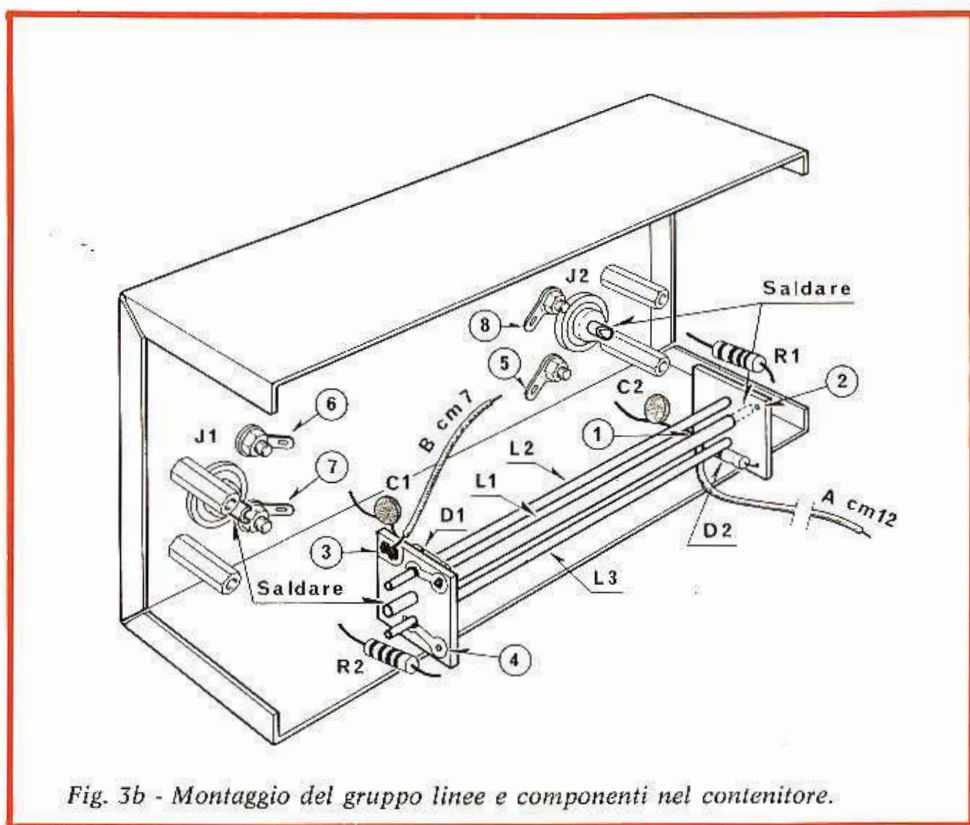

Fig. 3b - Montaggio del gruppo linee e componenti nel contenitore.
3) Montare questo gruppo nel contenitore orientandolo secondo il disegno, visibile in fig. 3B, appoggiare le estremità della linea L1 nelle sedi degli spinotti delle prese coassiali J1 e J2. Effettuare delle buone saldature fra le estremità della linea L1 e le sedi delle prese coassiali in modo da assicurare un perfetto contatto elettrico. Fare molta attenzione che lo stagno non vada a contatto con le linee L2 ed L3. Inserire il terminale del condensatore C2 nel foro dell'ancoraggio 5 e fare in modo che questo sia il più corto possibile - saldare e tagliare il terminale che supera i 2 mm dal foro dell'ancoraggio. Inserire il terminale del condensatore C1 nel foro dell'ancoraggio 6 con il medesimo procedimento di C2.